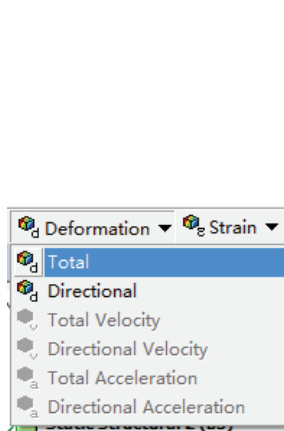

图 6-32 添加变形图
2) 选择 Solution 工具栏中的 Deformation>Total，如图 6-32 所示，此时在树结构图中会出现 Total Deformation 选项。